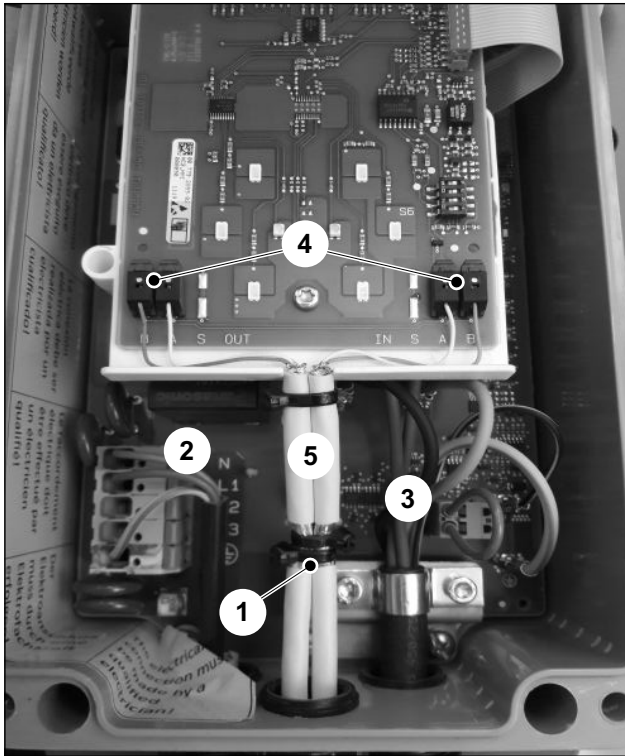

Fig. 10 Tendido de cables en el cableado en línea
A cada uno de los Wallbox restantes se tienden dos cables de bus (fig. 10).
Los diferentes conductores de la alimentación de tensión (fig. 10/2) y del cable de carga (fig. 10/3) deben tenderse con la máxima distancia posible respecto a los cables de bus.
3. Fijar las pantallas liberadas al soporte (fig. 10/1) con uno o dos sujetacables.
4. Pelar aprox. 8 mm en los extremos de los dos conductores individuales y conectarlos a los bornes correspondientes (fig. 10/4).
Los cables de bus deben estar recubiertos entre el soporte de pantalla y la platina de conexión (fig. 10/5).